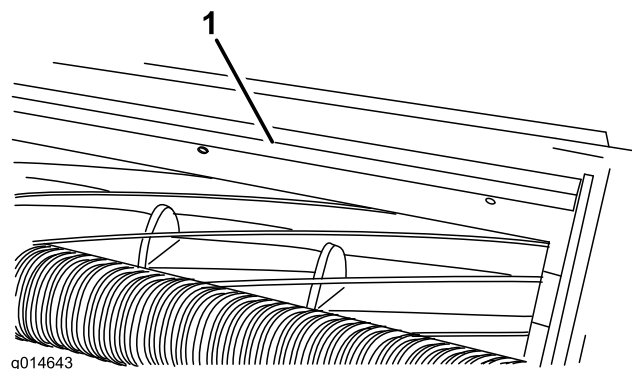

Bild 17
- Lockern Sie die Schrauben, mit denen die obere Leiste am Mähwerk befestigt ist (Bild 17).